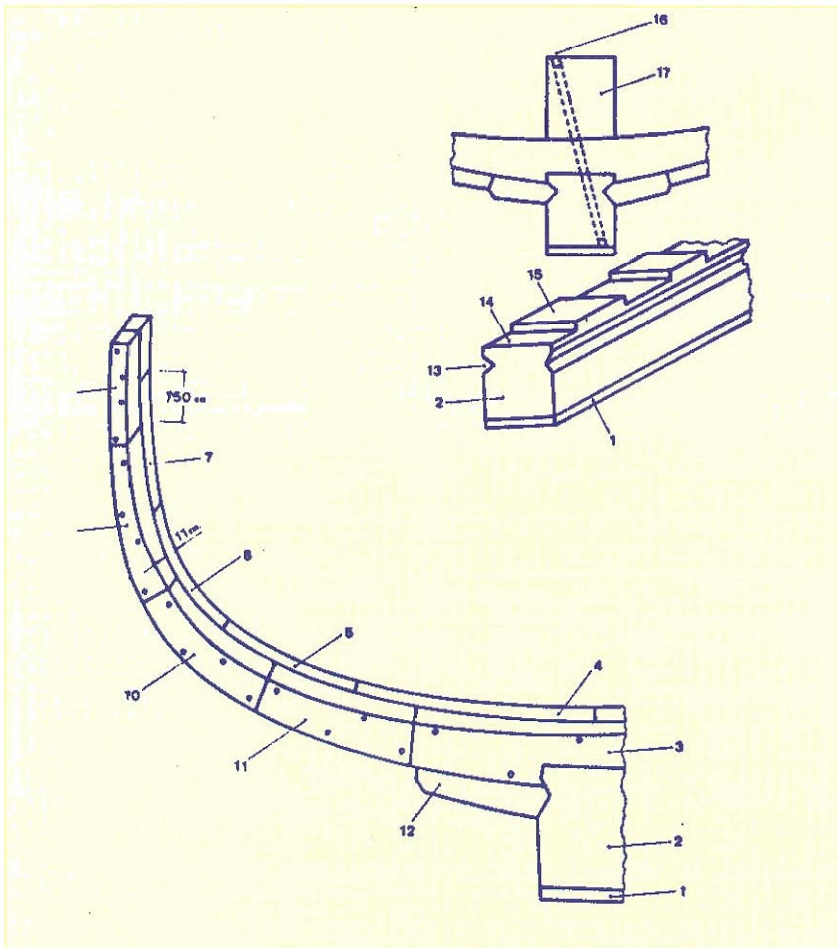

Figura 9
- 16.- Cuaderna (Ver figura 9)
En el número 2 de la figura 9 se observa la forma de la quilla. En los rebajes de la quilla, marcados con el número 14, se colocan las cuadernas.
2º.- Colocación de las cuadernas. Cada cuaderna (Figura 9) está formada por dos ramas de cuaderna unidas entre sí (las testas atopey las caras clavadas o empemadas: en la figura 9 las piezas 4, 5, 6 y 7 forman una rama y las 3, 8, 9, 10 y 11 forman la otra).
Cada cuaderna lleva un perno inclinado (Figura 9, número 16) que abraza a la quilla, cuaderna y sobrequilla. La cuaderna contigua lleva el perno a mano contraria.